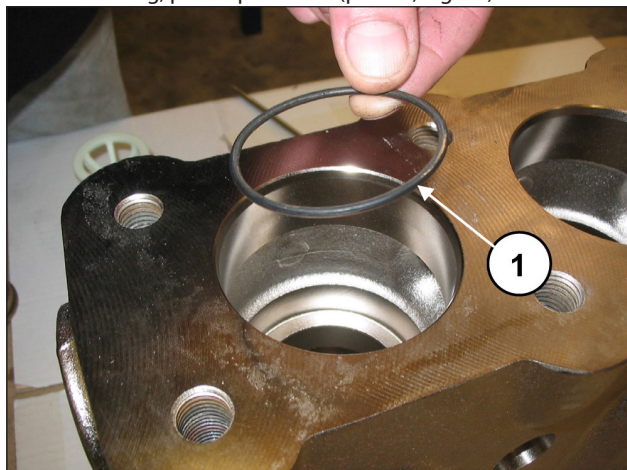

Fig. 93
Inserire l'O-ring, pos. esploso n. 5 (pos. ①, Fig. 93).